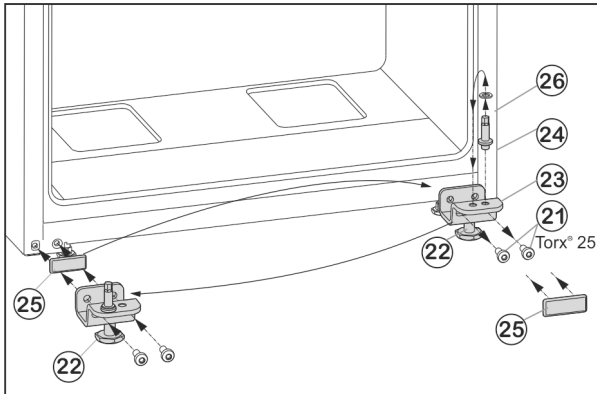

Fig. 7
- ▶ Vyskrutkujte upevňovacie skrutky Fig. 7 (21).
- ▶ Kompletnú ložiskovú konzolu dole Fig. 7 (23) odoberte spolu s ložiskovým čapom Fig. 7 (24), podložkou Fig. 7 (26) a nastaviteľnou nohou Fig. 7 (22).
- ▶ Ložiskový čap Fig. 7 (24) kompletne spolu s podložkou Fig. 7 (26) vyskrutkujte, premiestnite ho do protíľahlého otvoru uloženia ložiskovej konzoly a znovu ho pevne priskrutkujte.
- ▶ Opatrne odnimate kryt Fig. 7 (25) a premiestnite ho na opačnú stranu.
- ▶ Ložiskovú konzolu dole Fig. 7 (23) kompletne spolu s ložiskovým čapom Fig. 7 (24), podložkou Fig. 7 (26) a nastaviteľnou nohou Fig. 7 (22) znovu naskrutkujte na novú stranu závesu, príp. ju znovu pomocou akumulátorového skrutkovača **pevne utiahnite (4 Nm)**.
- ▶ Spodné dvere nasadíte zhora na ložiskový čap Fig. 7 (24).
- ▶ Vyrojte nastaviteľnú nohu Fig. 7 (22) na ložiskovej konzole dole Fig. 7 (23), pokiaľ nedosadá na podlahu.